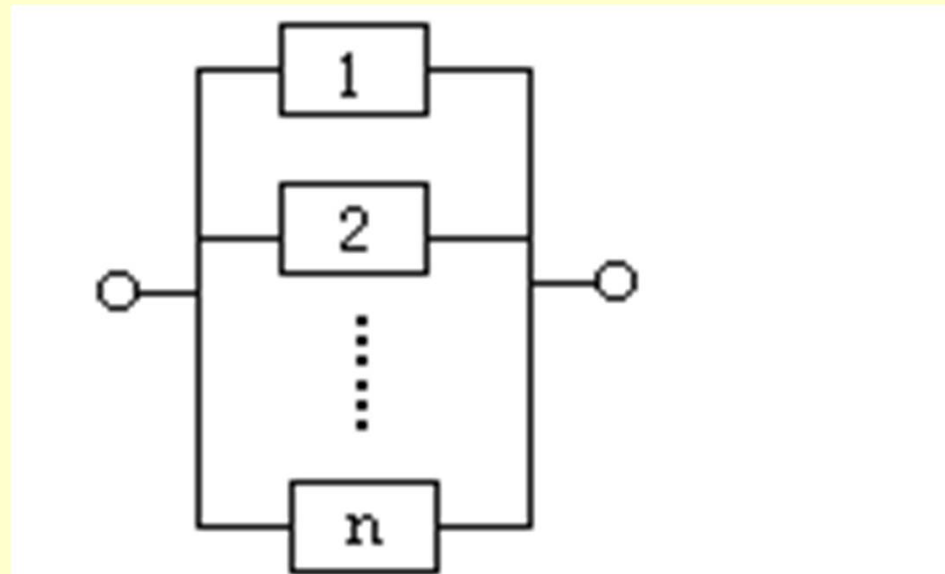

图13.4-5 并联系统可靠性框图
- 并联系统可靠性：并联系统是组成系统的所有单元都失效时才失效的系统。图13.4-5为并联系统的可靠性框图。假定各单元是独立的，则其可靠性数学模型为：